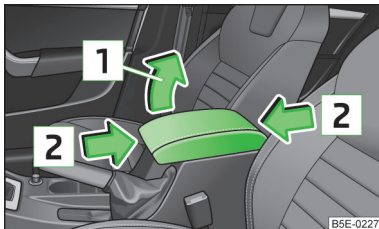

Abb. 54
- Den Deckel zuerst bis nach unten klappen und dann in Pfeilrichtung **1** » Abb. 54 in eine der 4 Raststellungen heben.
- Den Deckel in Pfeilrichtung **2** » Abb. 54 in die gewünschte Position verschieben.